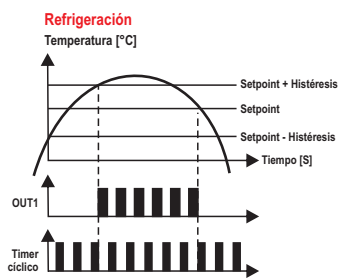

Figura 2
- **1ra. etapa unida al timer cíclico (timer inicia conectado en la energización) (F22=2):** en esta configuración el timer alterna conforme los tiempos configurados en F20 ()) y F21 ()). La **1ra. etapa** comienza a alternar cuando la temperatura alcanza SP1 + F06 (si la **1ra. etapa** estuviera configurada como refrigeración) o SP1 - F06 (si la **1ra. etapa** estuviera configurada como calefacción), como muestra la Figura 2.